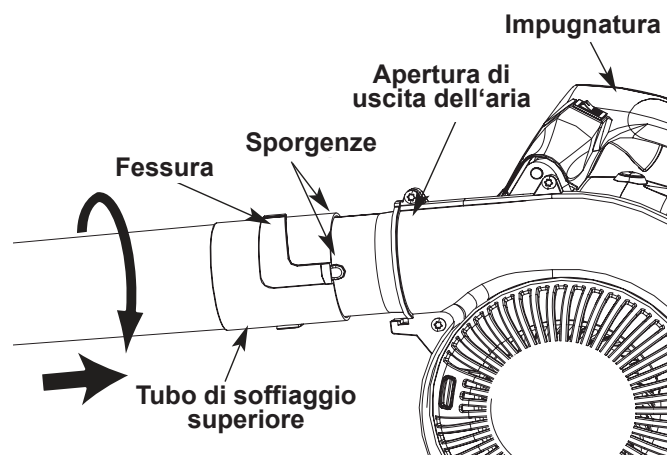

Fig. 1
1. Allineare le fessure sull'estremità superiore del tubo di soffiaggio superiore con le sporgenze sull'apertura di uscita dell'aria (Fig. 1).
2. Inserire il tubo di soffiaggio superiore nell'apertura di uscita dell'aria (Fig. 1).
3. Tenendo l'impugnatura, ruotare il tubo di soffiaggio superiore in senso orario finché non si blocca in posizione (Fig. 1).